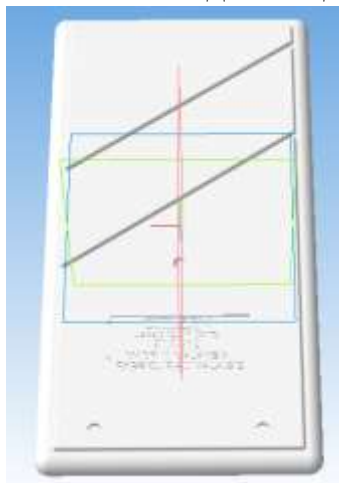

Рис. 10. Результат создания элементов задней стенки.
- Результат проделанных действий выглядит следующим образом (рис. 10):